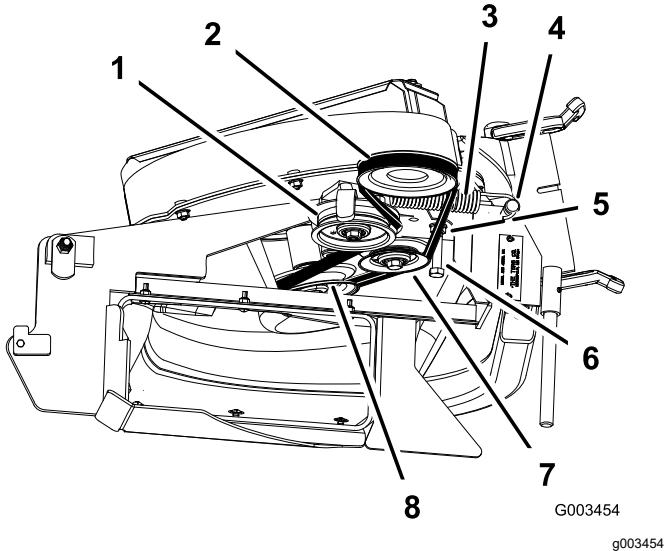

Figura 41
3. Desserrez le boulon du guide-courroie (Figura 41).
5. Faites passer la courroie neuve autour de la poulie de ventilateur (Figura 41).
7. Serrez le boulon du guide-courroie (Figura 41).
9. Placez la courroie sur la poulie de tension rappelée par ressort (Figura 41).